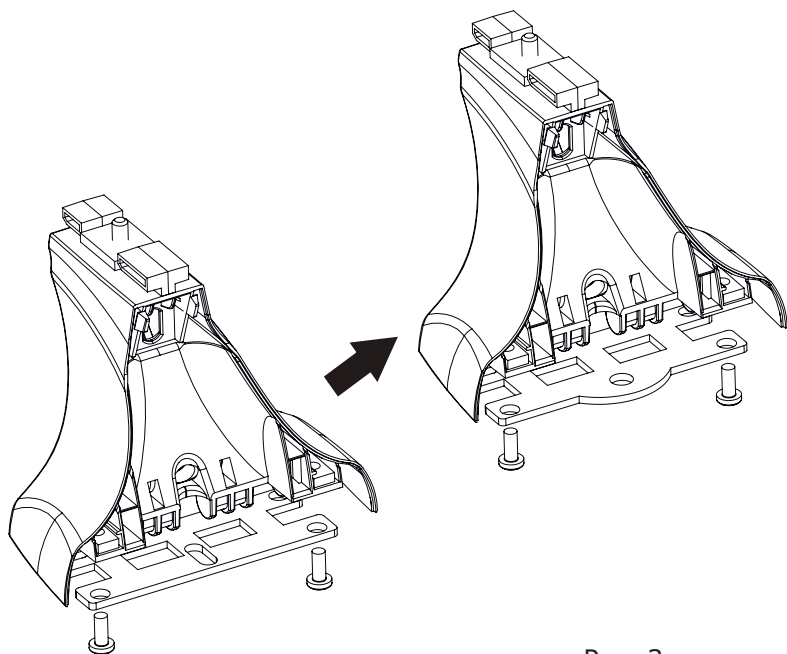

Рис. 3
2.4 Вставьте в пазы опоры закладные прямоугольные гайки. С помощью винтов установите гофру и кронштейн на опоре (рис.3).
2.4 Открутите винты и снимите опорную пластину. На ее место установите новую платину из комплекта адаптеров (рис. 3).